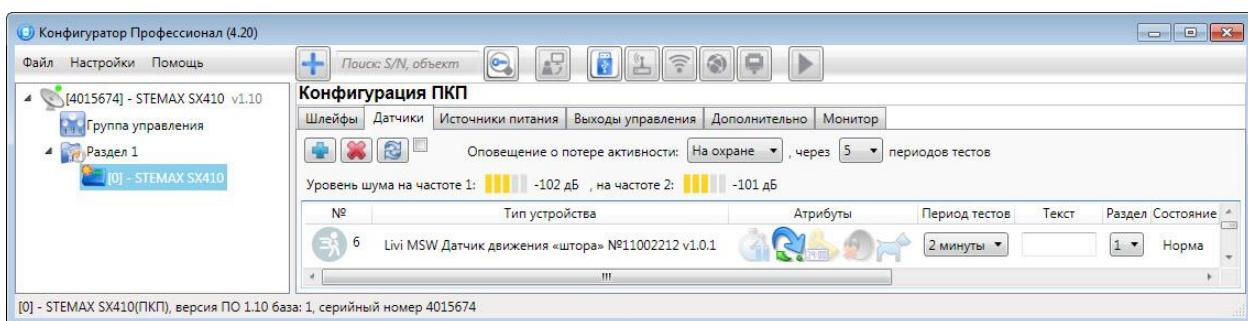

Рисунок 11.3 — Вкладка датчики (основные параметры работы радиоустройств)
В верхней части вкладки *Датчики* (см. рисунок 11.3) задаются основные параметры работы радиоустройств Livi.
- На вкладке *Датчики* нажмите кнопку (см. рисунок 11.3).